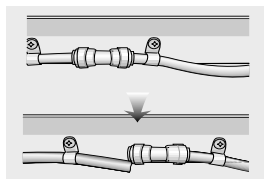

Figura 9
- Extraiga la abrazadera izquierda del manguito de unión, entonces sujételo y extraiga la manguera de agua izquierda. (Figura 9)